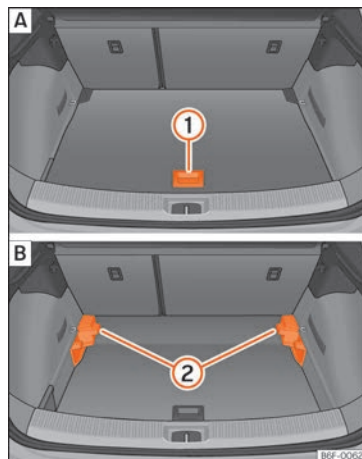

Fig. 127 Piano variabile del bagagliaio: **A** posizione elevata; **B** posizione bassa.
- Per passare dalla posizione bassa a quella elevata, sollevare il piano mediante la maniglia » fig. 127 ① e tirarlo all'indietro finché la parte anteriore del piano non sarà completamente fuoriuscita rispetto ai supporti ②.
- Far scorrere il piano in avanti attraverso i supporti fino a farlo entrare in contatto con lo schienale dei sedili posteriori, e, successivamente, abbassare il piano con la maniglia ①.
- Per passare dalla posizione elevata a quella bassa, sollevare il piano mediante la maniglia » fig. 127 ① e tirarlo all'indietro finché la parte anteriore del piano non sarà completamente fuoriuscita rispetto ai supporti ②.
- Con il piano variabile in posizione elevata, sollevarlo con la maniglia » fig. 127 ①, tirarlo e spingere verso lo schienale dei sedili posteriori finché il piano non si piega sulla linea della cerniera e la parte mobile del piano non si appoggia sullo stesso.